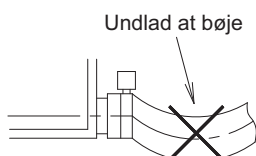

Fig. 27
- Bøj ikke drænslangen (1) inde i indendørsenheden. (Se fig. 27)
- (Hvis drænslangen (1) bøjes, kan det beskadige indsugningsgitteret.)